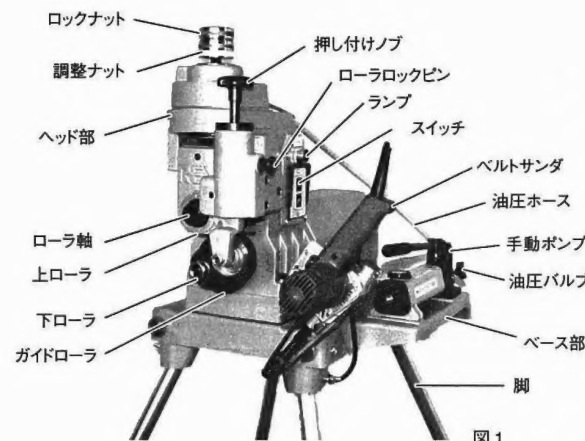
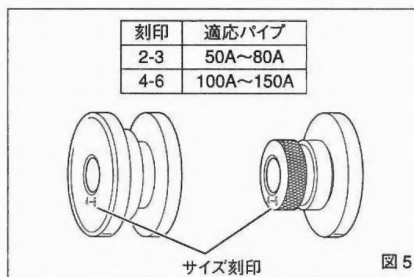

図1
図5
- ① パイプに合ったローラを使用してください。(図1、図5参照)
② ローラの交換
- ・パイプサイズに合ったローラに交換してください。出荷時は、100A~150A用のローラがセットされています。50A~80Aの加工時は、以下の手順でローラの交換を行ってください。(図5)